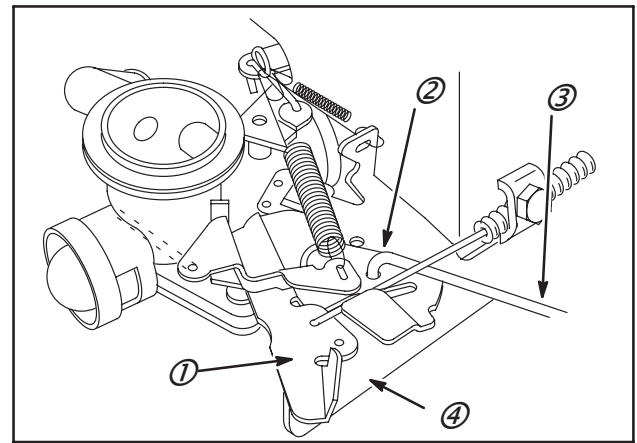

Fig. 5
2. Déplacer le levier de régulation (1) en position FAST. Le trou du levier (2) s'alignera avec le trou du support de commande du régulateur (4). Insérer la tige de 1/8" (3) dans les deux trous pour bloquer la position du levier, Fig. 5 et 6.